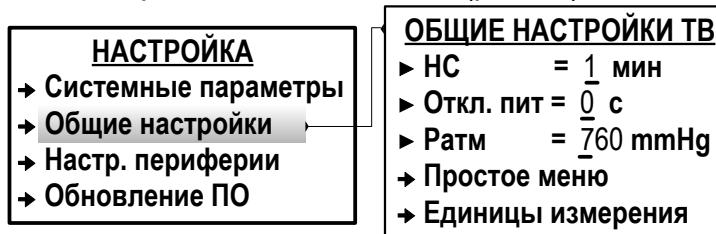

Рис.33. Вид меню для настройки ОТ0 (режим СЕРВИС).
7.7.2.8. В тепловычислите предустановлена возможность настройки времени запаздывания фиксации отказа **ОТ0** (рис.33).
- 7.7.3.3. Возможна настройка времени запаздывания фиксации **НС**. В меню **Настройка / Общие настройки** (рис.33) параметру **НС** может быть установлено значение в интервале от 1 до 60 мин.